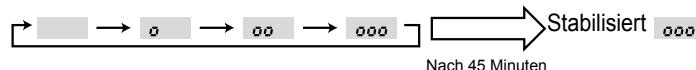

Fig. 8-3
(3) Drücken Sie zur Bestätigung der Einstellung die **FILTER** (↔)-Taste. (Fig. 8-3)